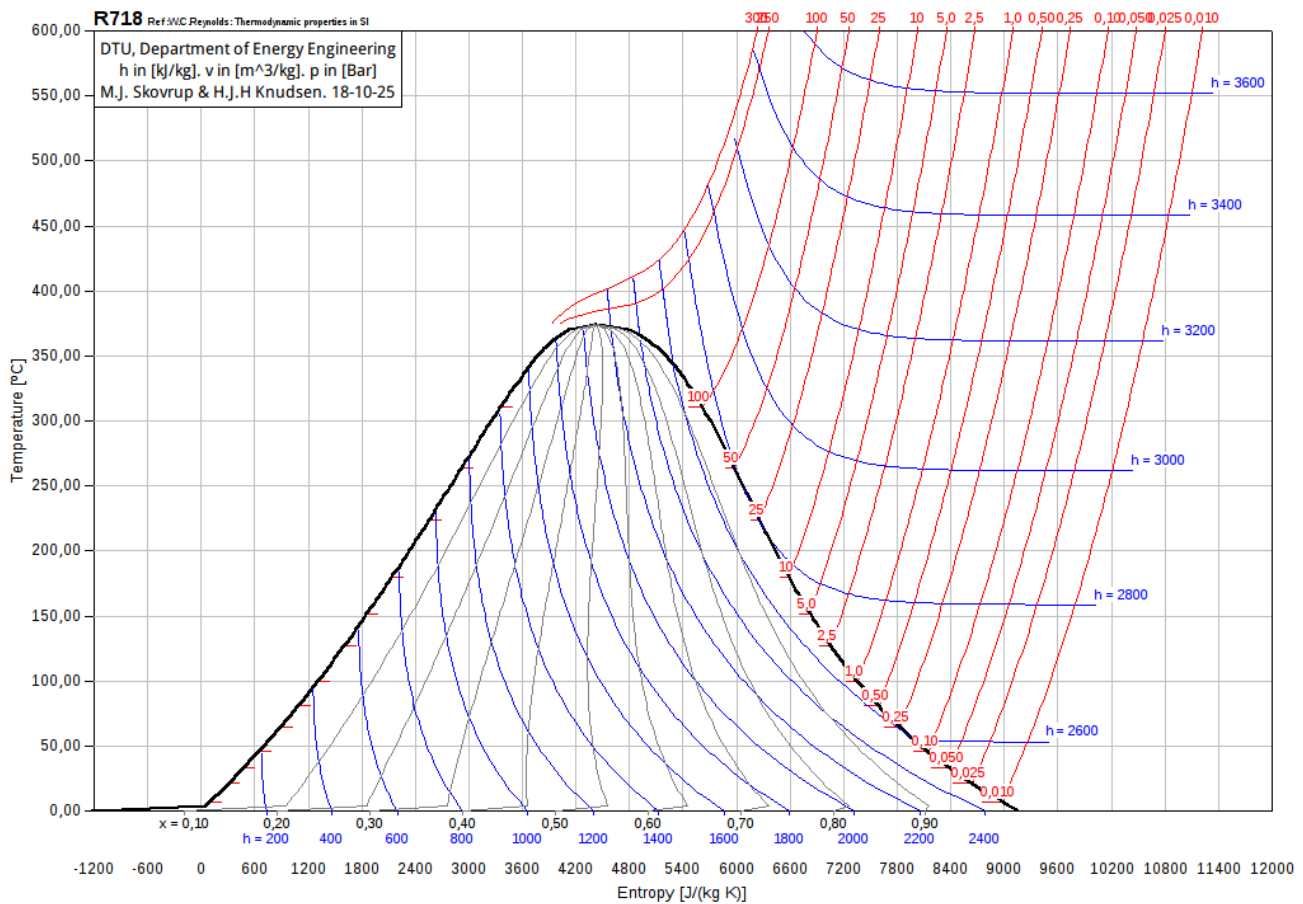

Figure 2 – Diagramme entropique de l'eau.
- 1 - Tracer le cycle parcouru par l'eau dans le diagramme entropique de la figure 2. Pourquoi le point 6 est-il confondu avec le point 5 ? Commenter son sens de parcours.